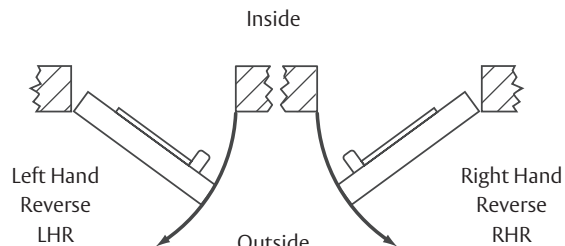

Fig. 12
a. Verify hand and bevel of door (Fig. 12).